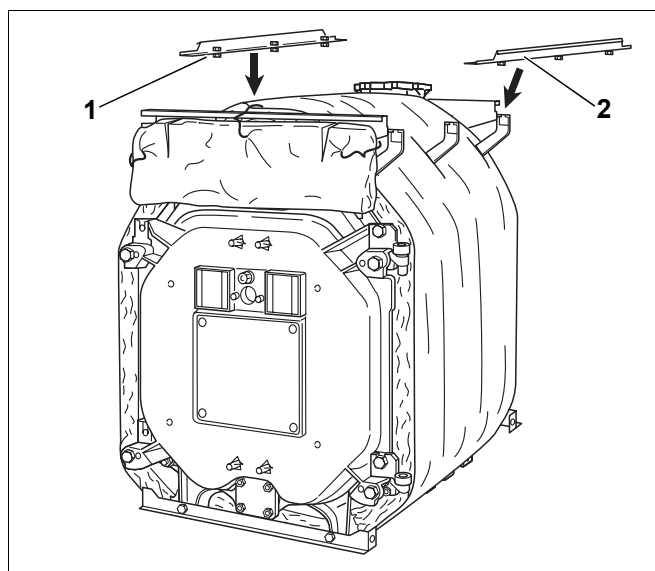

Fig. 45 *Montaggio delle guide longitudinali*
- ▶ Far scorrere le guide longitudinali (fig. 45, [1] e [2]) con le viti premontate nelle cavità dei supporti, come descritto in precedenza, e avvitarle saldamente per mezzo delle viti stesse.